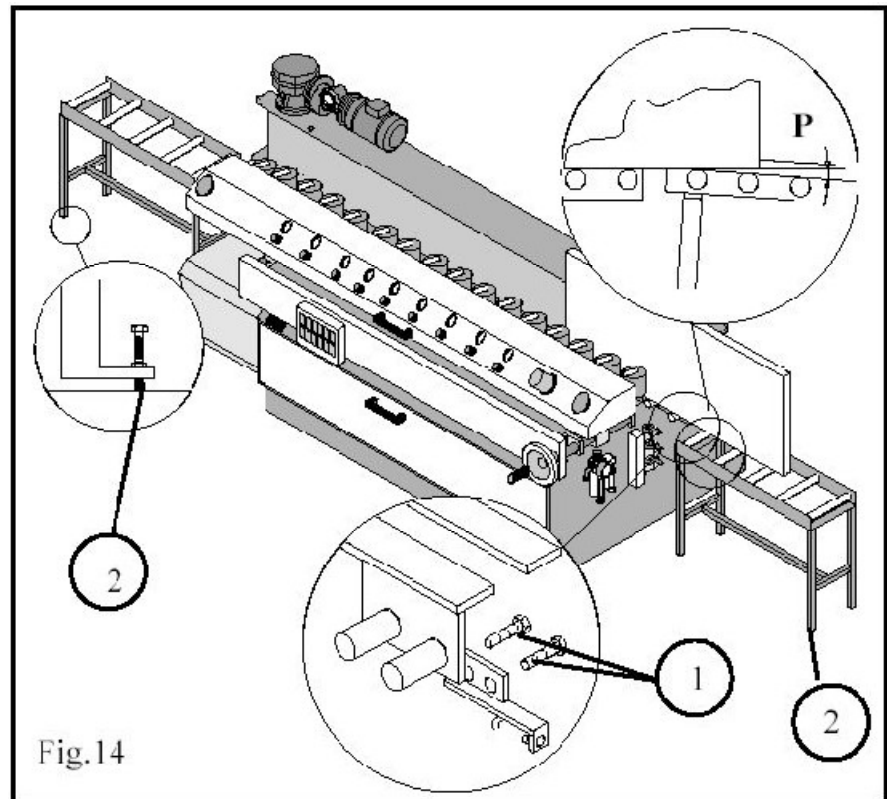

Fig.14
1. Fixer les plaques d'interface au banc par les deux boulons (par plaque) qui sont déjà dans le logement (Fig.14/1).
3. En se référant à la lumière P de Fig.14, régler la hauteur de la prolonge en agissant sur les vis des pieds (Fig.14/2).